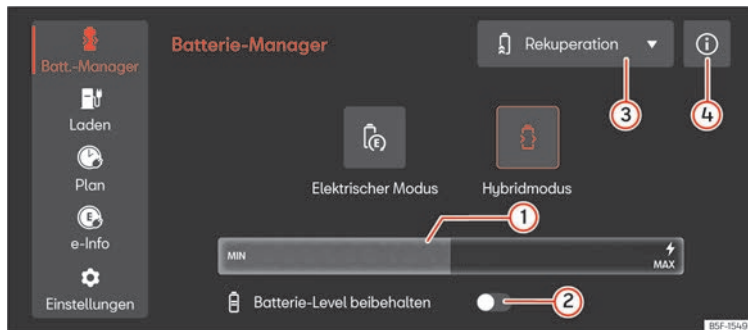

Abb. 121 Im Infotainment-System: Menü Batterie-Manager
- Wählen Sie im Infotainment-System **Elektrischer Betriebsmodus** oder **Hybrid-Modus**. Weitere Informationen zu dem Betriebsmodus finden Sie in ① >>> **(Abb. 121)** ④.
Legende zur **»» (Abb. 121):**